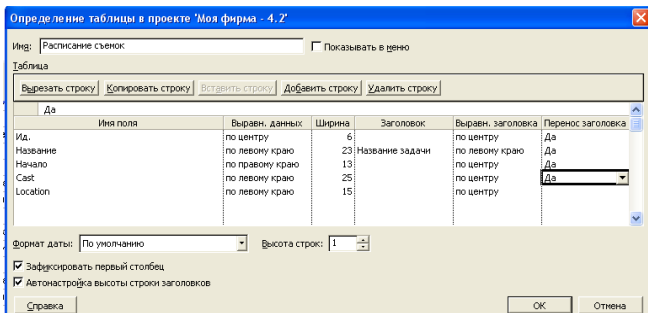

Рис. 160. Визначення умов для створення таблиці
15.8.7. Заповнити таблицю як це виконано на рис. 160: